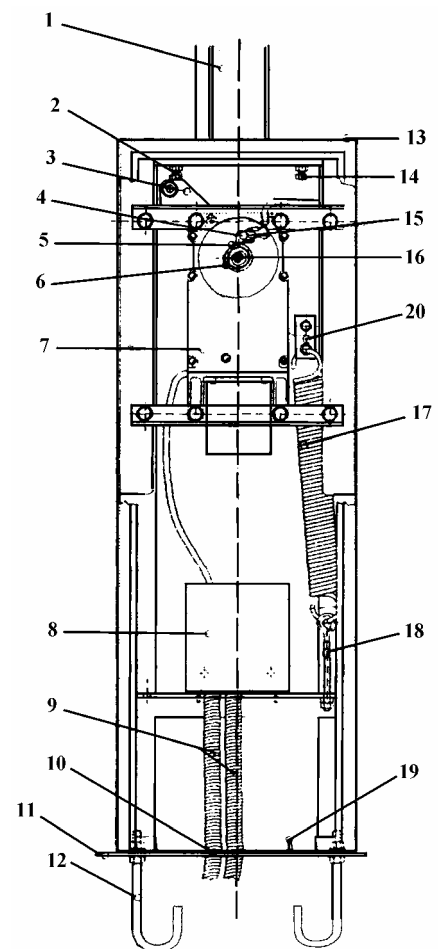

Рис.5 Состав шлагбаума.
Электромеханический шлагбаум SPIN 3, 4, 6, 424 состоит из следующих основных элементов (рис. 5):
- установите вручную фланец крепления стрелы в положение "ОТКРЫТО", при этом серга пружины 20 будет находиться в нижнем положении (рис.5);